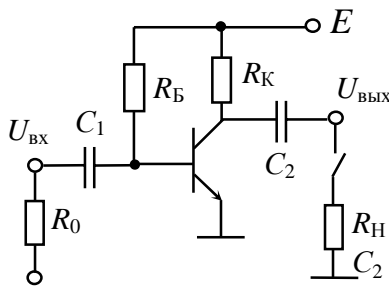

Рис. 1 – Каскад с ОЭ
**Цель работы.** Целью лабораторной работы является экспериментальное исследование усилительных каскадов на биполярном транзисторе, собранных по схемам с общим эмиттером, общим коллектором и общей базой, и их сравнение по величинам входного и выходного сопротивлений, коэффициента усиления по напряжению, верхней рабочей частоте. Схемы исследуемых усилителей представлены на рис. 1, 2 и 3. Задается одинаковый режим работы транзистора по постоянному току. В зависимости от номера варианта  $N$  устанавливается величина напряжения источника питания  $E=10+N/2$  В.